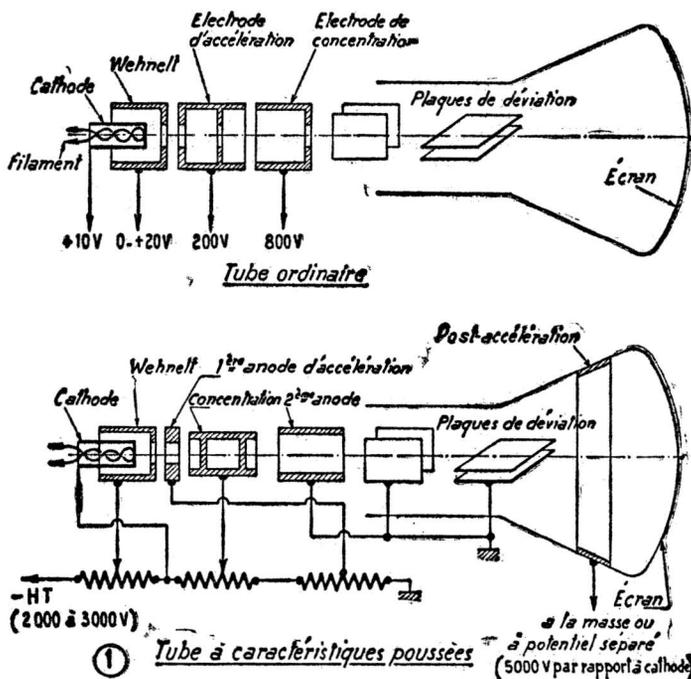

Figure 1. — Comparaisons entre les constitutions de tubes cathodiques ordinaire et à forte concentration.
c) d'électrodes supplémentaires (cf. fig. 1).